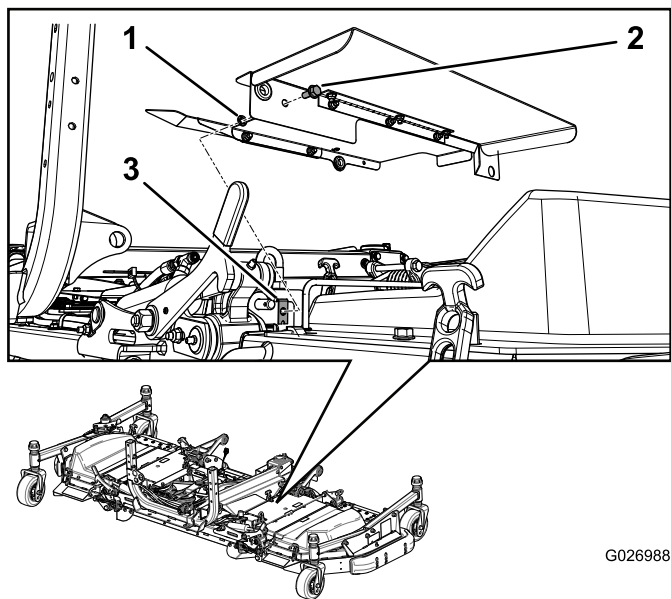

Figura 16
4. Instale un perno y una tuerca rápida en el protector (Figura 16).
5. Instale las cubiertas combinadas en la carcasa (Figura 16).